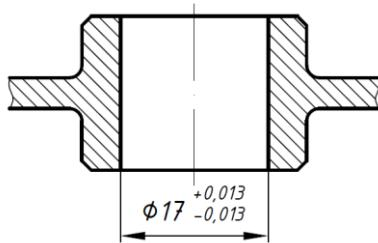

Рис. 18.2. Обозначение поля допуска посредством предельного отклонения
- числовыми значениями в миллиметрах предельных отклонений (рисунок 18.2). Верхнее отклонение ES (es) показано вверху, а нижнее отклонение EI (ei) – внизу.